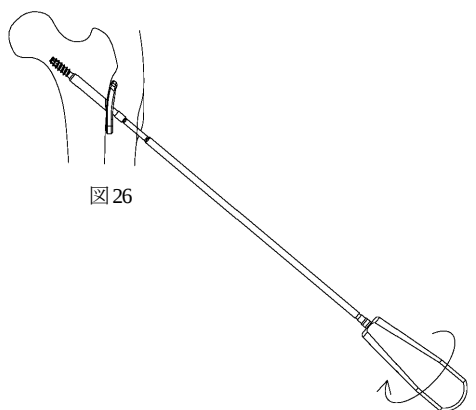

図 26
- 3) スクリュードライバーで遠位スクリューを抜去します。(図 26)